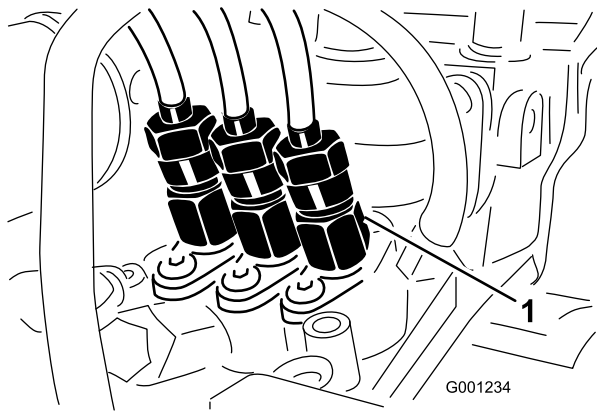

Figure 53
1. Desserrez l'écrou de tube sur l'injecteur n° 1 et le porte-injecteurs sur la pompe d'injection (Figure 53).